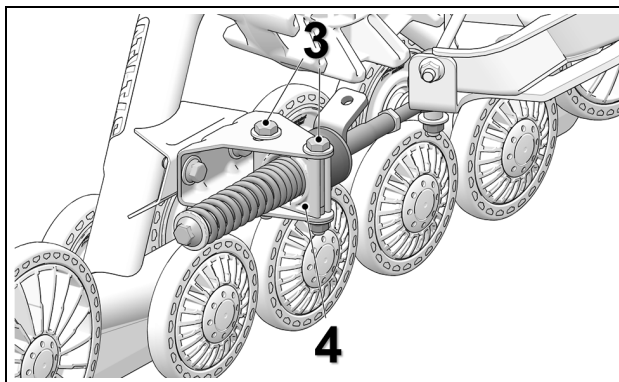

Figure 14
- Desserrer les boulons (3) de l'ancrage anti-pivot afin de permettre à la pièce de support (4) de pivoter. Voir la Figure 14.